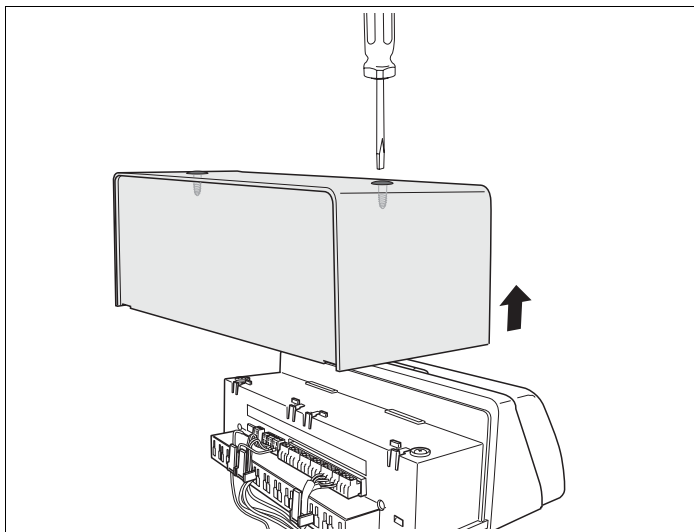

Fig. 5 Retirer le capot
- Desserrer 2 vis sur la partie supérieure du capot (fig. 5).